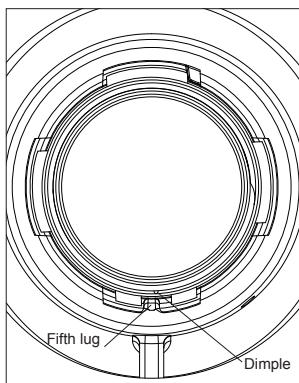

Рис. 6F
3. Повернуть присоединительную часть заглушки по часовой стрелке на примерно 40° до совмещения ее щели с пазом для выступа (находится в положении «6:00 часов») на патрубке, см. Рис. 6F.
6. С помощью заостренного перфоратора и молотка сделать небольшую «ямочку» на лицевой плоскости присоединительной части головки-заглушки как показано на Рис.6F и 6J. Эта отметка должна находиться на линии центра раздвоенного выступа на присоединительной части бронзовых головок.
2. Повернуть всю заглушку по часовой стрелке на примерно 40° до совмещения щели в присоединительной части с выемкой ответного выступа (находится в положении «6 часов») на патрубке, см. Рис. 6F.